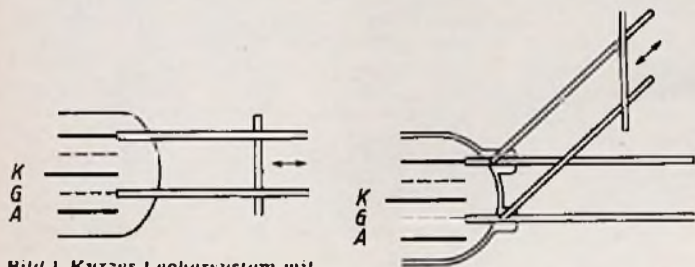

Bild 1. Kurzes Lechersystem mit verschiebbarem Kurzschluß als regelbare Induktivität
a) **Leitungsstücke als Blindwiderstände.** In Teil 2 war gezeigt worden, daß ein kurzes, an seinem Ende kurzgeschlossenes Leitungsstück wie eine Induktivität, ein kurzes offenes Leitungsstück wie eine Kapazität wirkt. Allgemein zeigte sich, daß man in der Lage ist, mit Doppelleitungsstücken alle Blindwiderstände zwischen 0 und  $\pm \infty$  herzustellen. In der Praxis verwendet man z. B. kurze Lechersysteme mit verschiebbarem Kurzschluß als regelbare Induktivität (Bild 1). Dabei kommt es wegen der großen Elektrodenkapazitäten